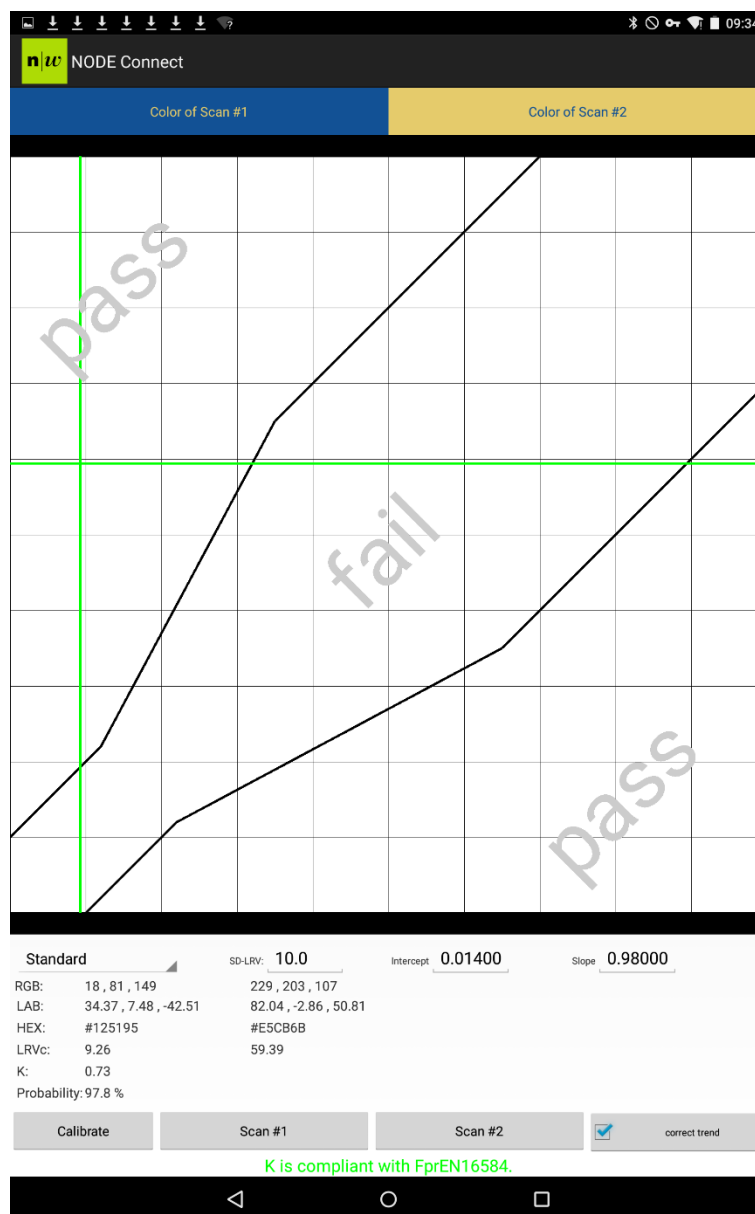

Abbildung 2: Android App - Screenshot nach zwei Messungen
- Messung von zwei Samples nacheinander zum Vergleich (Abbildung 2)
- Berechnung der LRV Werte (Abbildung 2, Abbildung 3)
- Berechnung des Michelson Kontrastes (Abbildung 2, Abbildung 3)
- Berechnung der Wahrscheinlichkeit der Normerfüllung (Abbildung 2, Abbildung 3)
- Auswahl des Normfalles (Standard, Floor, Signage), (Abbildung 2, Abbildung 3)
- Grafische Darstellung der Normgrenzen und der beiden Messwerte mit ihrem Schnittpunkt. (Flächenbetrachtung, Abbildung 2, Abbildung 3)
- Anzeige der gemessenen Farben als Grundinformation (ohne Farbechtheit, Abbildung 2)